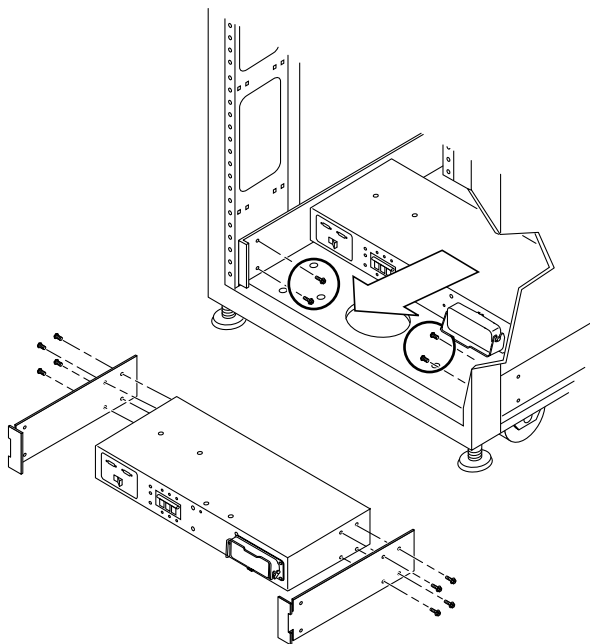

FIGURE 6-10 Retrait du séquenceur d'alimentation
2. **Déconnectez le câble de l'adaptateur du commutateur à partir du connecteur de l'unité d'alimentation correspondant au dos du séquenceur d'alimentation (FIGURE 6-10).**
3. Faites glisser le séquenceur d'alimentation dans le système de stockage (FIGURE 6-10).